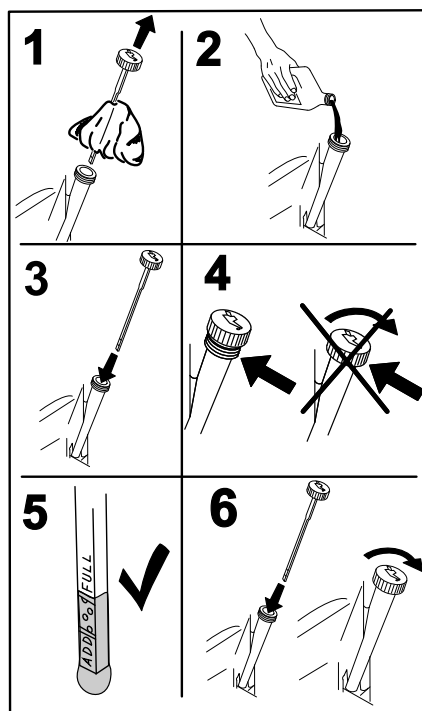

Figure 40
5. Versez lentement environ 80 % de l'huile spécifiée dans le tube de remplissage puis faites l'appoint lentement jusqu'à ce que le niveau atteigne le repère du plein (**Full**) (Figure 40).